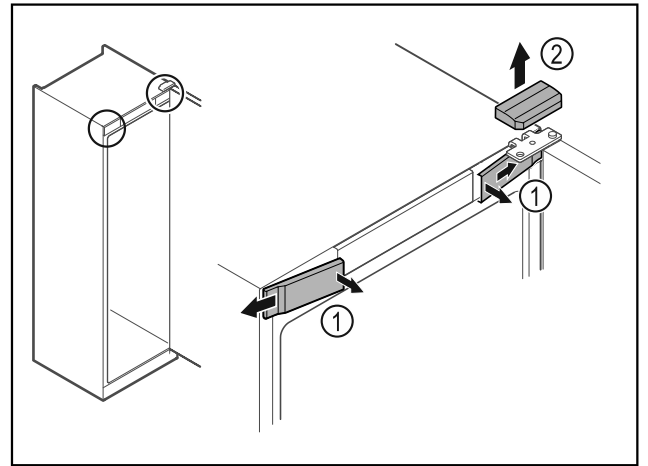

Fig. 8
- ▶ Paina etummaisat suojukset Fig. 8 (1) sisäpuolelta irti ja ota ne sivukautta pois.
- ▶ Ota ylempi suojuus Fig. 8 (2) yläkautta pois.